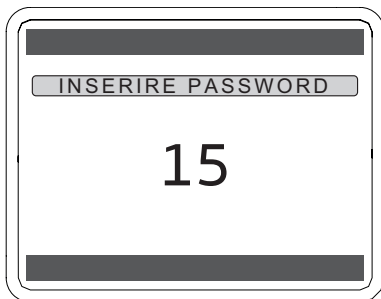

Figura 5.28
- Con il tasto (∧) inserire il codice "15" Figura 5.28.